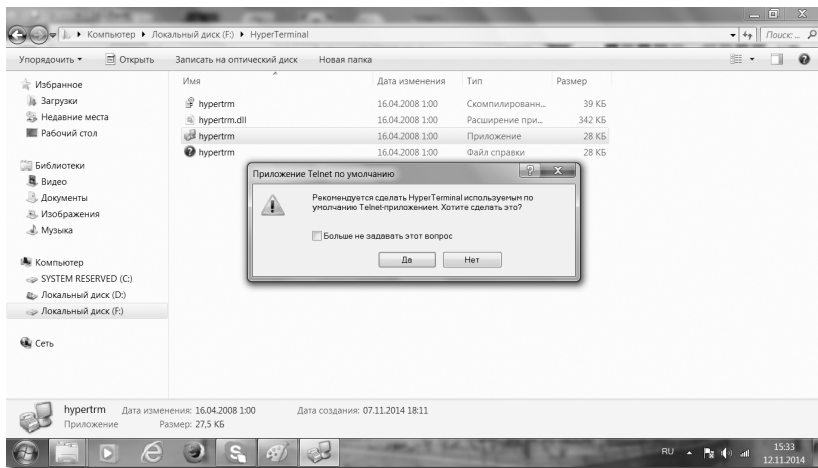

Рис. 17
4.2. При нажатии на соответствующий ярлык приложения появится окно, где необходимо согласиться сделать приложение Hurer Terminal приложением по умолчанию для данного ПК (рис. 17).